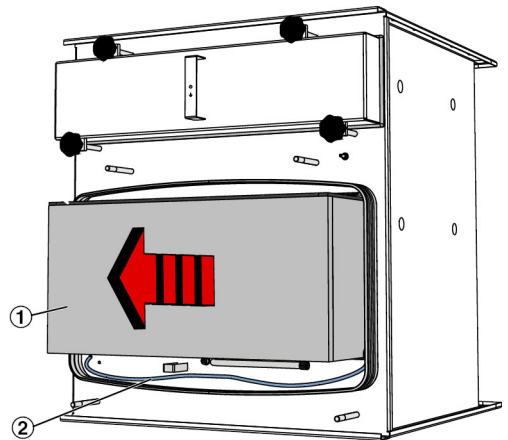

Abb. 10: Filter herausnehmen
5. ▶ Filter (Abb. 10/1) mit der Auszugsvorrichtung (Abb. 10/2) von der Dichtfläche lösen und nach vorne aus dem Filtergehäuse entnehmen.
Filter (Abb. 10/1) mit der Dichtung (Abb. 10/2) nach oben in die Anpressvorrichtung legen und bis an den Anschlag hinten einschieben.